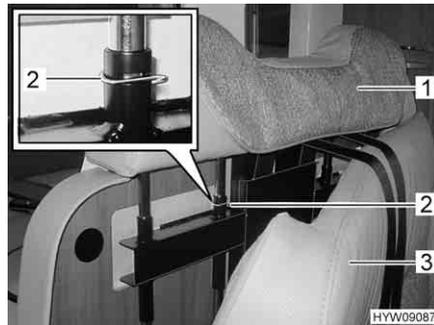

Fig. 68 Rimozione poggiatesta
- Ribaltare in avanti il cuscino (Fig. 68,3).
- Rimuovere la scatola dei fusibili (Fig. 68,2).
- Tirare i poggiatesta (Fig. 68,1) verso l'alto.